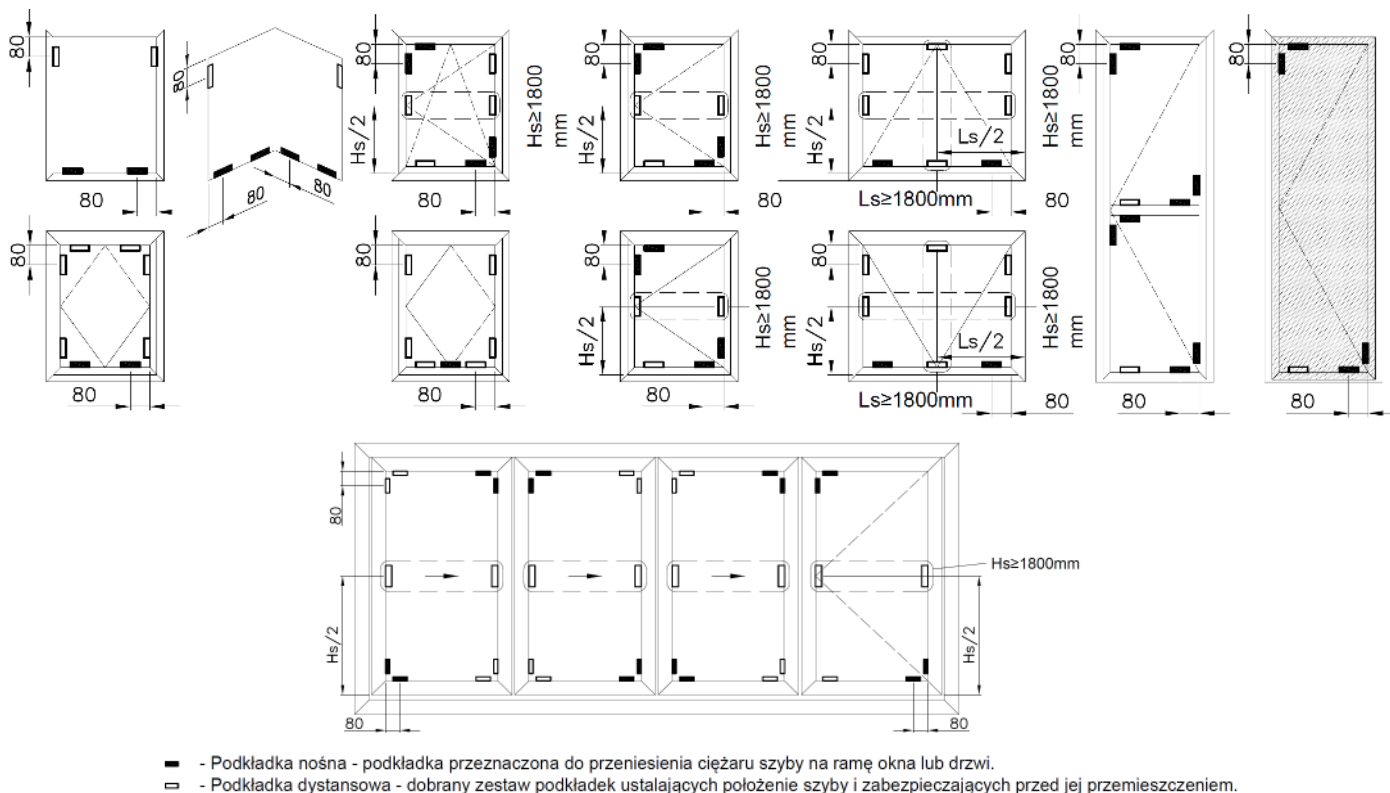

Rys. 2 Rozmieszczenie otworów pod kołki rozporowe oraz kotwy
- w zależności od sposobu montażu zamocować konstrukcję do ścian nośnych poprzez systemowo rozmieszczone i przygotowane w ościeżnicy na etapie produkcyjnym otwory pod dyble lub stosując systemowe kotwy wpinane w ościeżnicę wg poniższych schematów (rys. 2). Do mocowania należy stosować stalowe kołki rozporowe min.  $\varnothing 10$  mm, śruby lub wkręty stalowe min.  $\varnothing 5$  mm (M5),